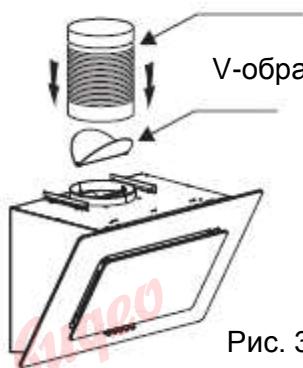
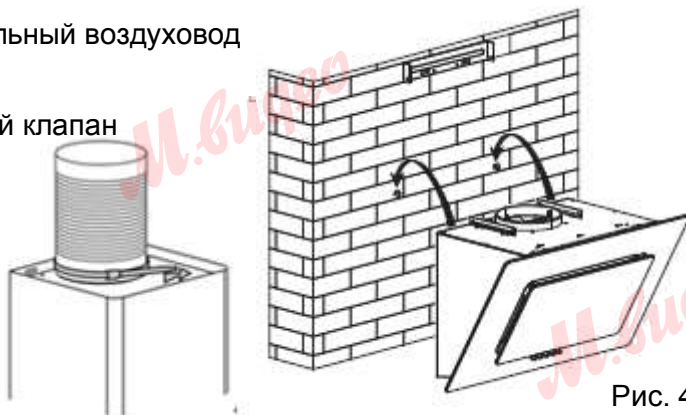

Рис. 3.
Рис. 4.
5. Установите обратный клапан и соединительный воздуховод. С помощью хомута закрепите соединительный воздуховод на обратном клапане. См. рис. 3. Подвесьте прибор. См. рис. 4.